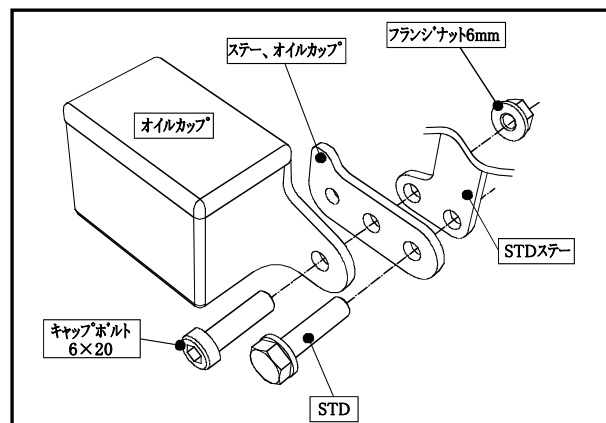

図4 オイルカップ移設
- ③ 車体にステップを取付けます。
- ④ フレームカバーにサイドカウルステーを組み付け、ステッププレートに取付けます。
- ⑤ サイドカウルを取付けます。
- ⑥ オイルカップを移設します。(図4参照)
⑦ 各部の干渉及びボルト、ナットの締め忘れが無いかチェックして下さい。